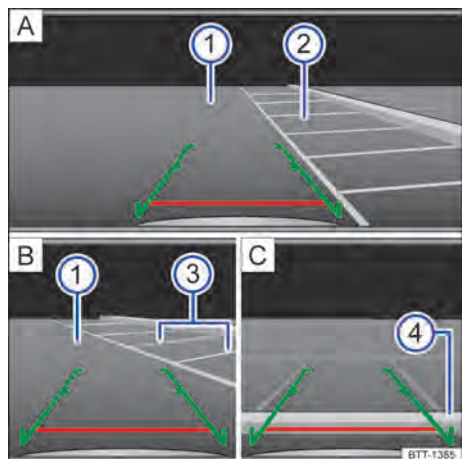

Fig. 112 Exibição do display do sistema de estacionamento com a câmera de marcha a ré.
- Posicionar o veículo na frente da vaga de estacionamento → Fig. 112 ② **A**.
- Conduzir para trás lentamente e manobrar de modo que as guias verdes laterais conduzam entre as linhas de delimitação da vaga de estacionamento delimitada ② **A**.
- Alinhar o veículo na vaga de estacionamento selecionada de modo que as guias verdes laterais fiquem em cima das linhas de limitação lateral ③ **B**.
- Parar o veículo, quando a linha vermelha atingir a limitação traseira ④ **C**.